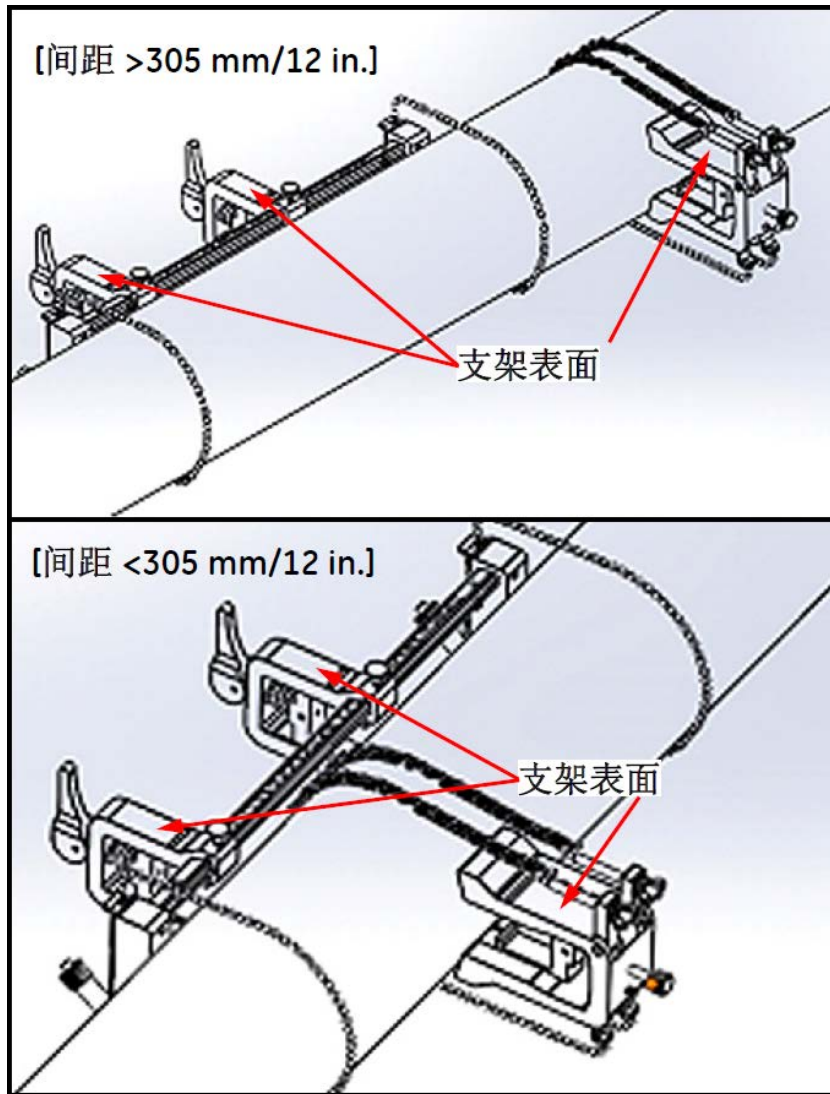

图 28: 軛架旋转至水平位置
4. 旋转軛架，使其位于管子上与此前安装的夹紧装置相对的水平位置上，如下面的 图 28 所示。
5. 请确保軛支架和夹紧装置支架的上表面恰好在相同的水平面上（请参见上面的 图 28）。将夹紧装置的固定夹具放置在刻度尺上零的位置。